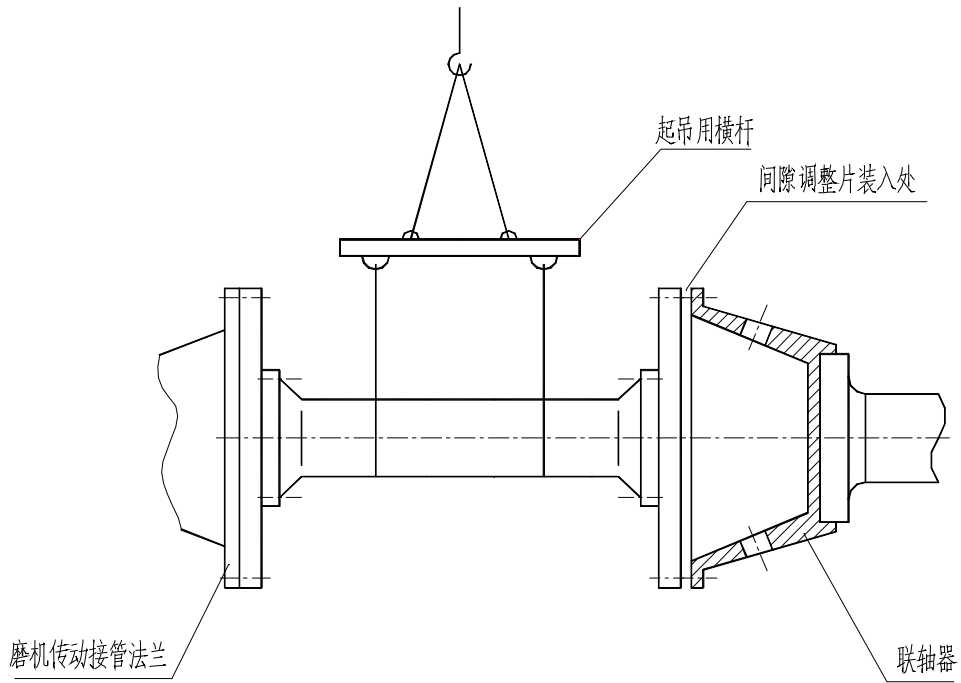
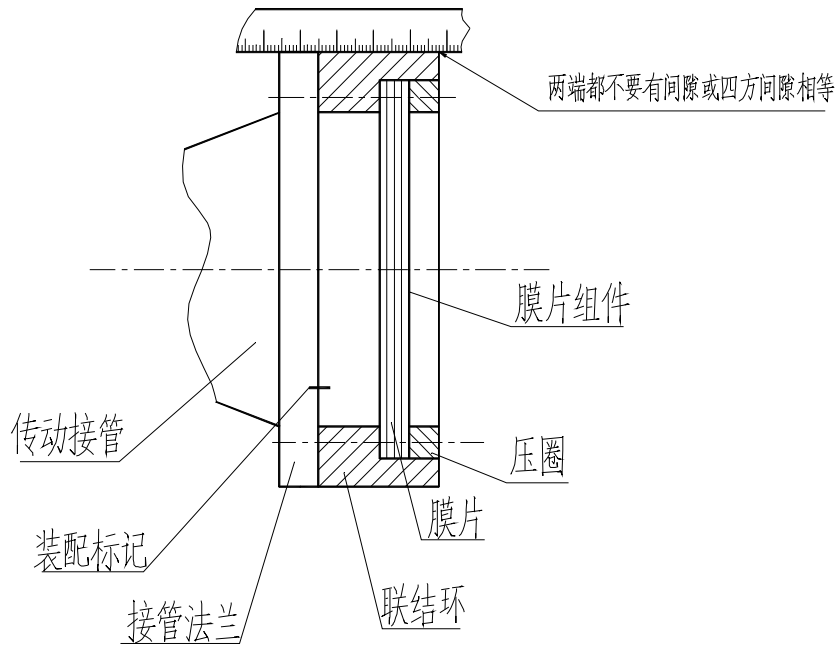

图 3-2
图 3-3
2.4 按图 3-2 水平吊起已安装好的传动轴和膜片组件；按图 3-3 方法找正磨机传动接管法兰；按规定的力矩拧紧所有联接螺栓，并在两法兰外圆做上配对记号，以方便今后的拆装。
2.5 同样按图 3-3 方法找正，装于主减速机输出轴上的法兰与联轴器的同心度，测量两法兰之间的距离，根据测量值选配适当的间隙调整片（根据磨机长径比留 1—3mm 间隙）放入两法兰之间，按规定的力矩拧紧所有联接螺栓。
3.2 吊装传动轴和膜片组件时，应按图 3-2 所示起吊，并注意在钢丝绳与轴之间垫上软物，以防钢丝绳将轴拉伤，不得挂吊膜片处，以防膜片变形。